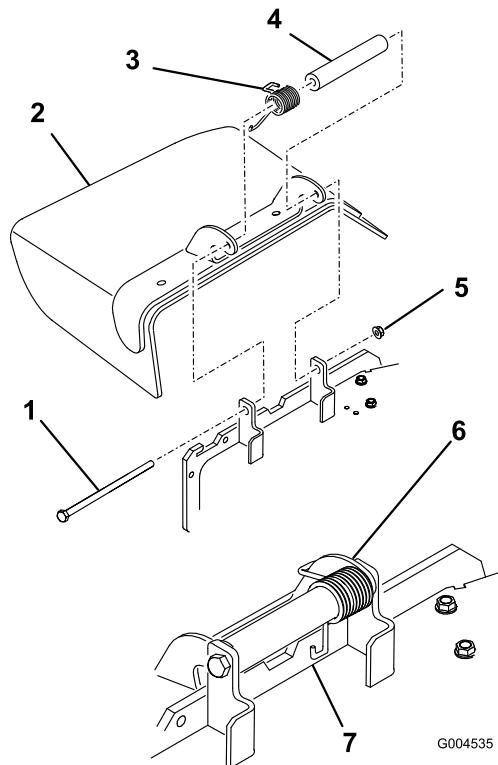

Bild 61
1. Entfernen Sie die Sicherungsmutter, Schraube, Feder und das Distanzstück, mit denen das Ablenkblech an den Drehhalterungen befestigt ist (Bild 61). Entfernen Sie defekte oder abgenutzte Ablenkbleche.
Hinweis: Stellen Sie sicher, dass sich das Ende der Feder hinter der Mähwerkskante befindet, bevor Sie die Schraube einführen, siehe Bild 61.
3. Setzen Sie die Schraube und Mutter ein. Führen Sie das Ende der Feder um das Ablenkblech (Bild 61).